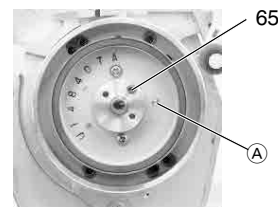

Fig. 11
Beim Einsetzen des Rotors muß die Vertiefung in der Kopscheibe durch das Loch (A) des Rotors sichtbar sein (Fig. 11).
- Massefeder (Pos. 65) der Kopscheibe herausnehmen (Fig. 11).